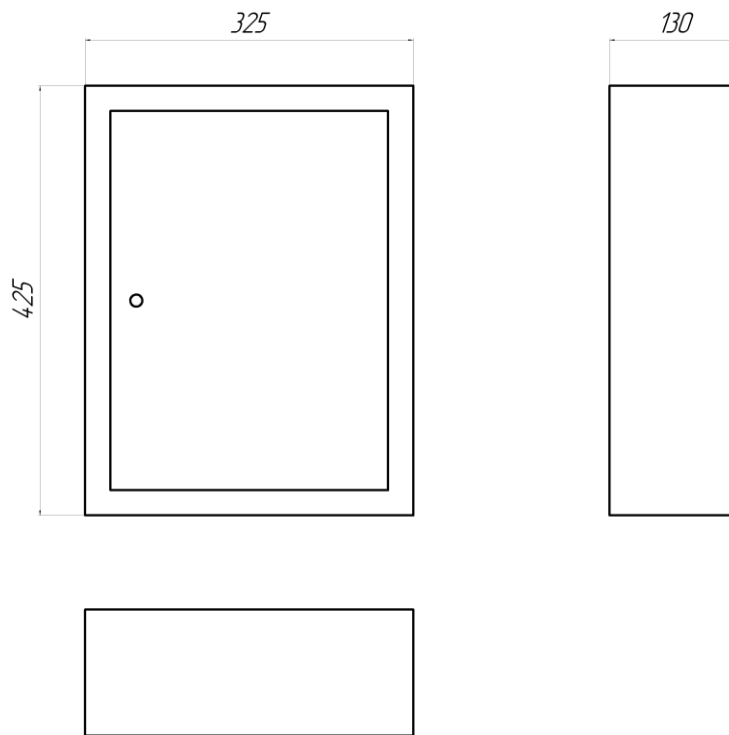

Рис. 1 Габаритные размеры.
- 6.3** Установить ШЛАСМУ на месте эксплуатации и закрепить, присоединительные размеры приведены на рис. 1. Монтажное соединение шкафа к стене должно обеспечить класс защиты IP31.